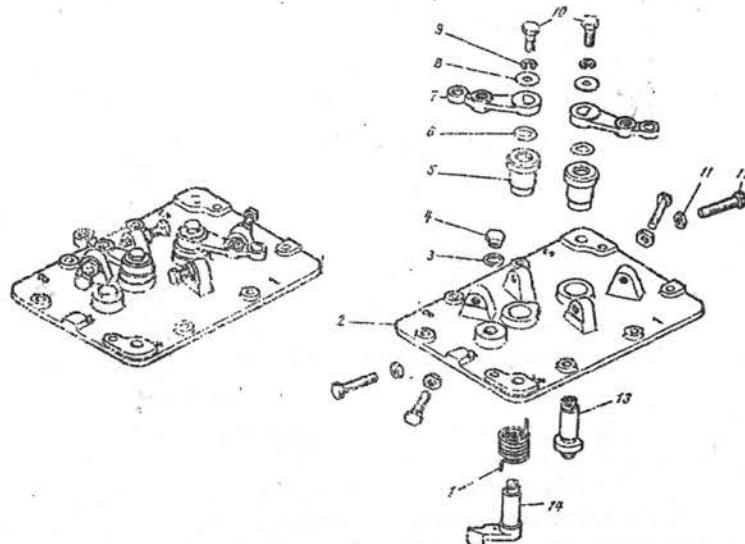

Рис.6. Крышка регулятора частоты вращения:
50. Завернуть маслозаливную пробку 4 /рис.6/, завернуть гайки II регулировочных болтов на регулировочные болты 12, ввернуть болты 12 в приливы крышки 2. /Ключ гаечный 10 мм/.
33. Отвернуть болты 10 /рис.6/ пружинными 9 и плоскими 8 шайбами крепления рычага управления регулятором и рычага останова, снять рычаги 7 и вал 13 рычага управления, кольцо уплотнительное 6, выпрессовать втулку 5 рычага управления, рычаг 14 выключения подачи и возвратную пружину 1. /Ключ гаечный 10 мм, оправка $D=10$ мм $L=60$ мм/.